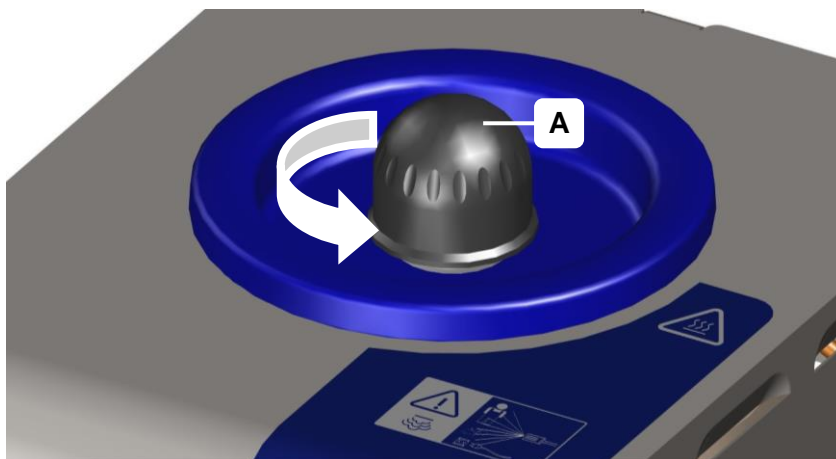

Figure 6.2.1: ouvrir/fermer le réservoir à pression
2. Ouvrez lentement le bouchon du réservoir à pression (figure 6.2.1 Remplissage de l'appareil).